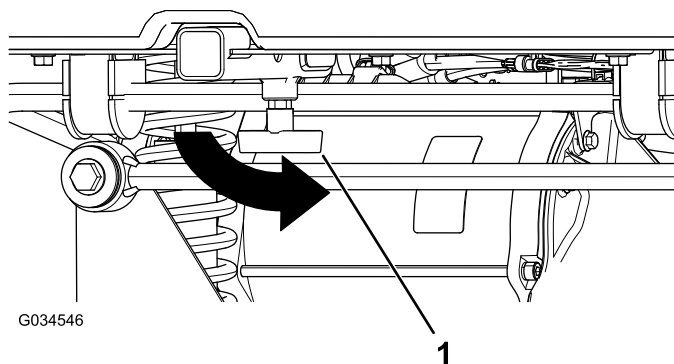

Figura 20
4. Serrate la maniglia a T ruotandola in senso antiorario (Figura 20).